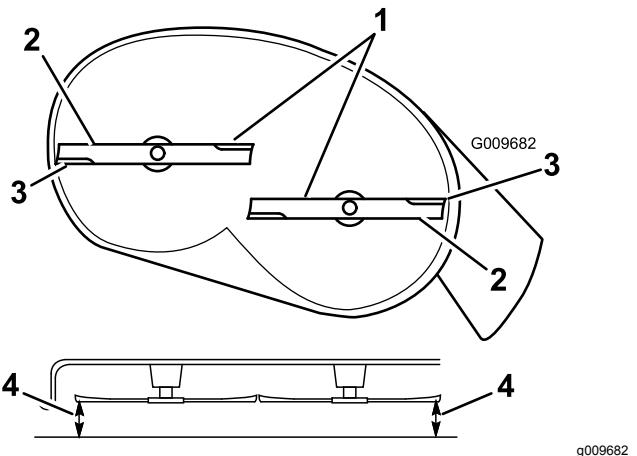

Figura 54
5. Mida entre los bordes de corte exteriores y la superficie plana (Figura 54).
4. Gire cuidadosamente las cuchillas hasta que estén todas orientadas lateralmente (Figura 54).